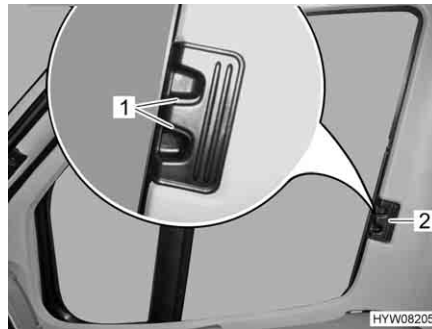

Fig. 88 Dispositif occultant plissé pour la fenêtre côté conducteur/passager
- Presser les poignées de déverrouillage (Fig. 88,1) et les maintenir pressées.
- Tirer les dispositifs occultants plissés pour les fenêtres côté conducteur et côté passager par la poignée (Fig. 88,2) vers l'autre côté de la fenêtre et les rassembler au niveau de la piste magnétique.
- Pousser les dispositifs occultants plissés pour les fenêtres côté conducteur et côté passager jusqu'à la butée au niveau de la poignée (Fig. 88,2).
- Lâcher les poignées de déverrouillage (Fig. 88,1) et les faire s'enclencher.